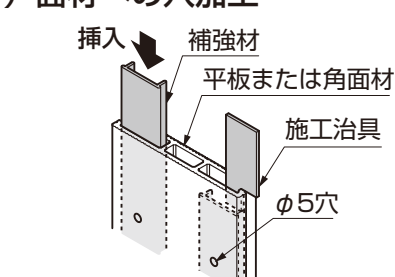

図4-9 面材を背面から固定する場合
- ①「4-1 平板・角面材の取付部の確認」を参照し、平板・角面材を胴縁A本体に仮当てし、φ5の穴加工をしてください。(図4-9参照)
- ②補強材を平板・角面材に挿入してください。(図4-9参照)
- ③施工治具で補強材の位置を合わせ、①であけたφ5の穴位置にφ3.5の穴加工をしてください。(図4-9参照)